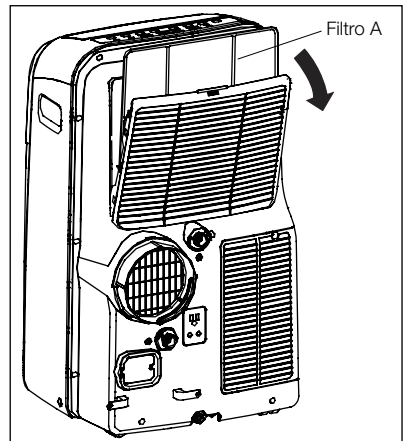
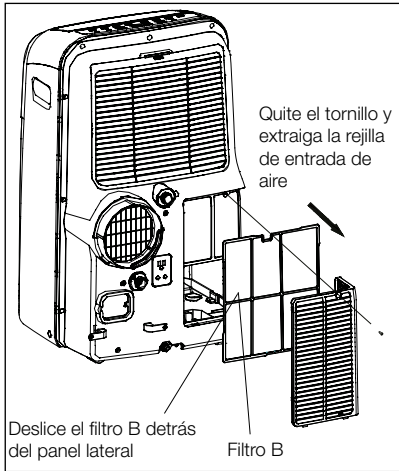

Fig. 27
Fig. 28
- Esta unidad dispone de dos filtros: A y B. Sujete la pestaña del panel superior y saque el filtro A que está detrás de la rejilla del panel posterior (Fig. 27). Retire el filtro inferior B aflojando los tornillos. Baje la rejilla de entrada de aire y a continuación extraiga el filtro de aire como se indica en la Fig. 28.